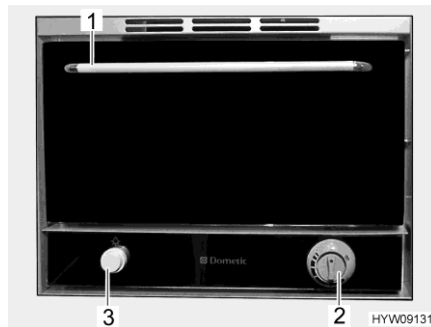

Bild 90 Gasugn
- Tryck på belysningsknappen (Bild 90,3). Innerbelysningen lyser så länge knappen är intryckt.
- Öppna ugnsdörren (Bild 90,1) helt och hållet med hjälp av handtaget.
- Tryck på vridregulatorn (Bild 90,2), håll den nedtryckt och vrid moturs till önskad inställning. Håll vridregulatorn (Bild 90,2) nedtryckt i ytterligare 5 till 10 sekunder. Tändning sker automatiskt.
- Släpp vridregulatorn (Bild 90,2).
- Tryck på vridregulatorn (Bild 90,2), håll den nedtryckt och vrid medurs. Håll vridregulatorn (Bild 90,2) nedtryckt i ytterligare 5 till 10 sekunder. Tändning sker automatiskt.
- Vrid vridregulatorn (Bild 90,2) till "O". Flammen slocknar.